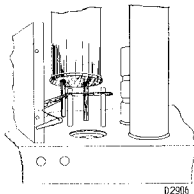

Fig. 4
3. Trimtransformator aansluiten aan de luidspreker klem van het apparaat (fig. 4).